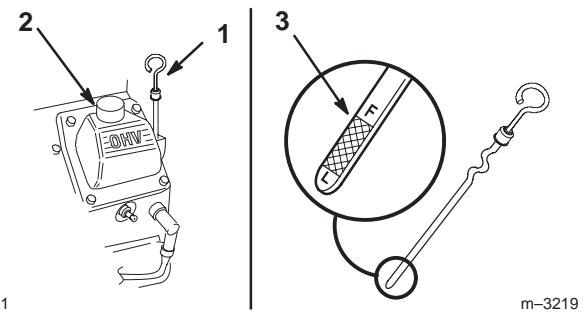

Figure 39
- Nettoyez la surface autour de la jauge d'huile (Fig. 39) pour éviter que des impuretés ne s'introduisent dans le goulot de remplissage, ce qui risquerait d'endommager le moteur.
- Sortez la jauge d'huile et essuyez soigneusement l'extrémité métallique (Fig. 39).
- Enfoncez la jauge complètement dans le goulot de remplissage. Sortez de nouveau la jauge et examinez l'extrémité métallique (Fig. 39). Si le niveau est bas, versez lentement une quantité d'huile suffisante dans le goulot de remplissage pour amener le niveau au repère du plein (F).
**Important** Ne remplissez pas excessivement le carter sous peine d'endommager le moteur. Ne faites pas tourner le moteur si le niveau d'huile est en dessous du repère minimum (L), au risque d'endommager le moteur.
- Versez lentement environ 80 % de la quantité d'huile spécifiée dans le goulot de remplissage (Fig. 39) (voir Changement de l'huile moteur et du filtre, page 35).